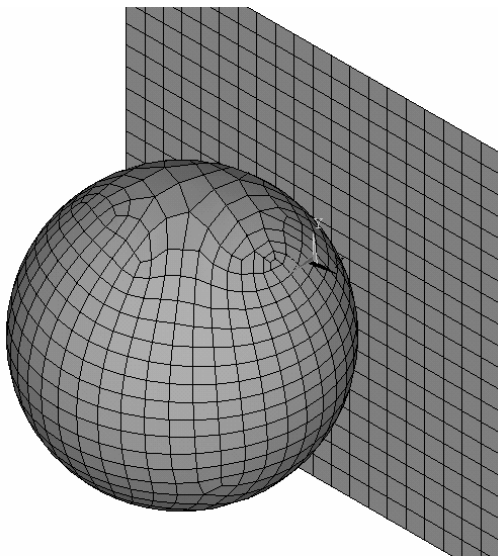

图 4-19 球壳与方板
(8) 依次选择 Utility Menu>PlotCtrls>Style>Colors>Reverse Video，将图形窗口的背景变为白色，以便后续操作中更清楚地观看视图（见图 4-19）。